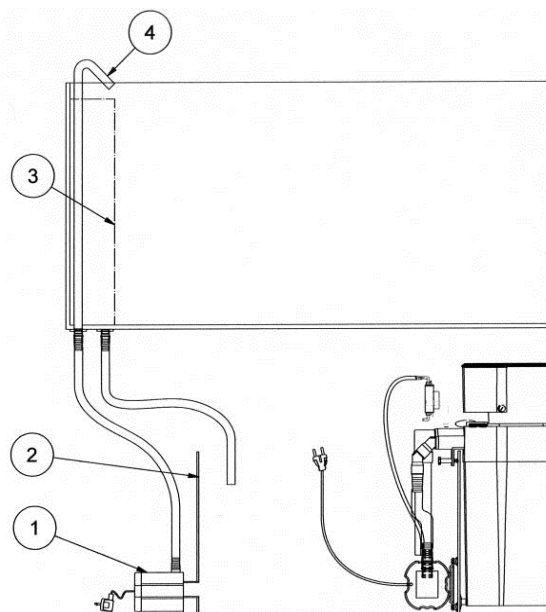

Fig. 4: Turboflotor Blue 3000, installato adiacente alla vasca di filtraggio di un pozzetto o sotto il filtro della vasca
2. Per uso d'ufficio, con un pozzetto o sotto il sistema di filtraggio dell'acquario (fig. 4):